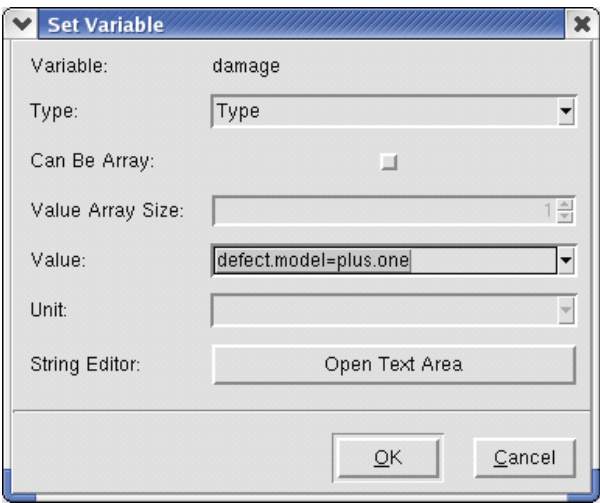

图 9
- 将变量的类型改为 **Type**，值改为 **defect.model=plus.one**（见图 9）